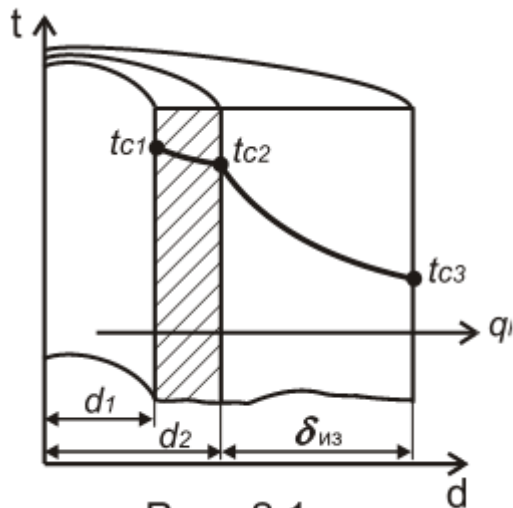

Рис. 2.1
5. Стальной трубопровод горячей воды диаметром $d_1/d_2 = 190/200$ мм покрыт слоем изоляции толщиной $\delta_{из} = 50$ мм (рис. 2.1), коэффициент теплопроводности трубы $\lambda_1 = 50$ Вт/м·К, изоляции $\lambda_2 = 0,08$ Вт/м·К. Температура на внутренней поверхности трубы $t_{c_1} = 150$ °С, а на наружной поверхности изоляции $t_{c_3} = 50$ °С. Найти тепловые потери с 1 м трубопровода и температуру на границе соприкосновения изоляции и трубопровода. *Правильный ответ.* Потери теплоты с 1 м трубопровода определим по уравнению: